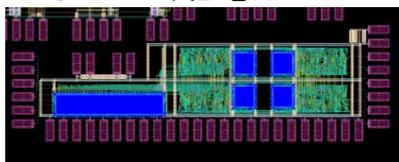

図2 最近の注目システムその1 **メモリ・論理共役回路**
- 最近の注目システム その1 **メモリ・論理共役回路** (図2)